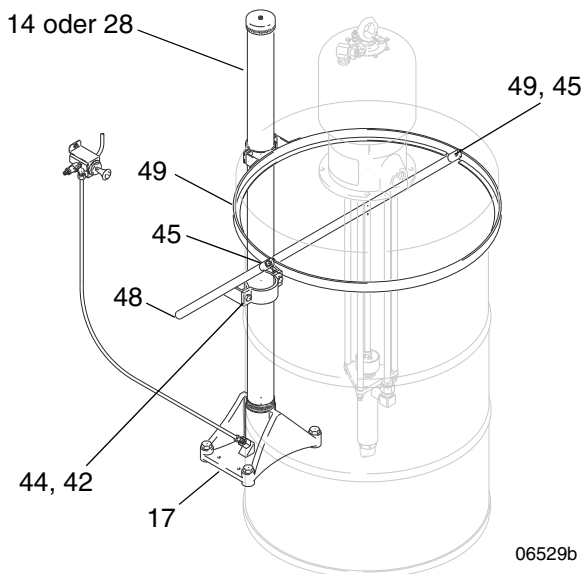

ABB. 4
Den Deckel richtig im Haltering (49) ausrichten und die Hutschrauben (45) festziehen. Ein offenes Fass gegen den Hebersockel (17) stellen und den Deckel auf das Fass legen, sodass die Aussparungen der Halteklammern (44) dicht am Steigrohr (14 oder 28) des Hebers anliegen. Das Rohr um 6,4 mm anheben, dann die Klammerschrauben (42) festziehen. Siehe ABB. 4.